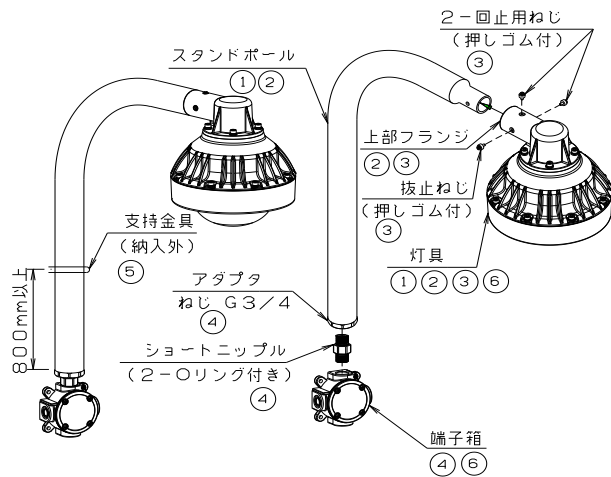
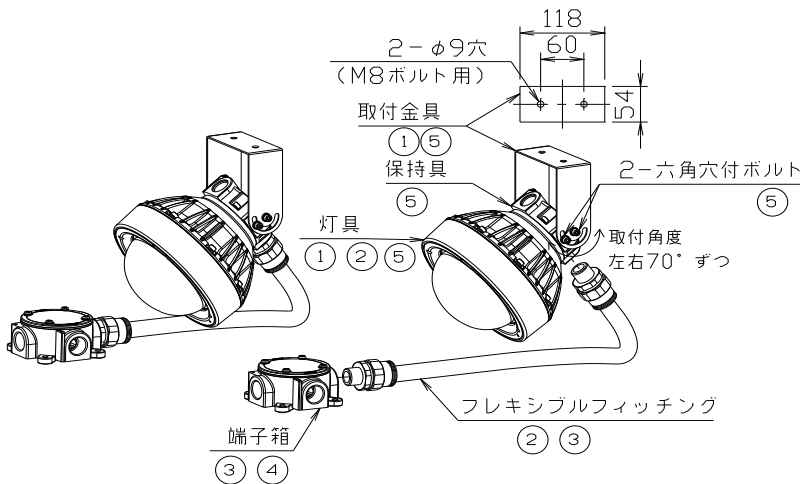

図2
図3
- ② 器具にパイプをねじ込みます。
- ③ 端子箱蓋をパイプにねじ込んでください。
- ④ 器具を持ち上げ、吊下フックを端子箱の吊下フック引掛け穴に引掛けてください。
- ⑤ 電源接続(白黒: 電源線、緑: アース線)後、吊下フックを外し、端子箱蓋に収納します。
- ⑥ 4本の十字穴付六角ボルトにて端子箱と端子箱蓋を締付けてください。
- ⑦ 器具と端子箱の位置を調整後、回止ねじ(3箇所)を締め付けてください。
■スタンド形(図2：LZLA110151の例です)
- ① 電源線(白黒：電源線、緑：アース線)をスタンドポールに通してください。
- ② 灯具に装着されている上部フランジ部をスタンドポールにはめ込んでください。(矢印方向)
- ③ 上部フランジに付属されている抜止ねじおよび回止ねじ(2箇所)を締付けた後、灯具が回らない事を確認してください。
- ④ 別紙施工説明書である「ショートニップル施工説明書」を参照しながらショートニップルおよび端子箱を取り付けてください。端子箱の取付寸法は、図2を参照してください。
- ⑤ スタンドポールを、支持金具(納入外)及び所定の端子箱取付ねじにて完全に固定してください。
- ⑥ 電源線(白黒：電源線、緑：アース線)を端子箱まで持っていく、端子箱内で結線を行ってください。
■特殊直付形(図3：LZLA110110の例です)